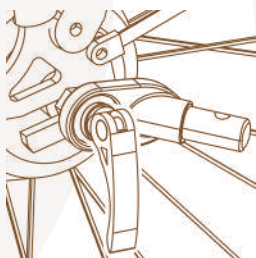

Figura 10
1. Eje de liberación rápida: Retire el eje de liberación rápida del lado izquierdo del eje trasero de la bicicleta. Instale el enganche entre la liberación rápida y el cuadro de la bicicleta. El enganche puede permanecer en la bicicleta cuando se retire el remolque (Figura 10).